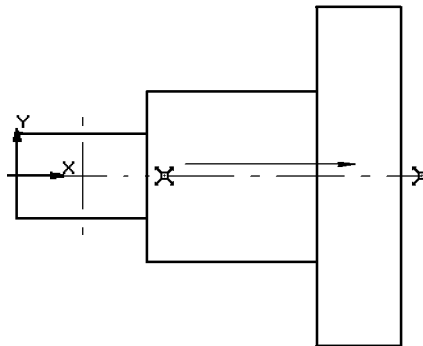

Рис. 32.9. Построение горизонтальной оси симметрии
5. Выделите правую характерную точку и, не отпуская клавишу мыши, переместите ее вправо за пределы контура детали (рис. 32.9).